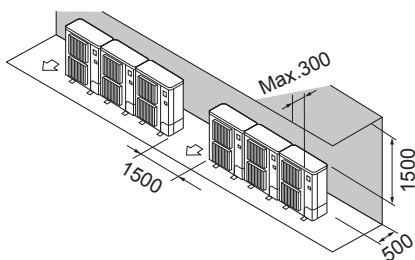

Fig. 2-10
- ② Hindernisse nur auf der Rück- und Oberseite (Fig. 2-10)